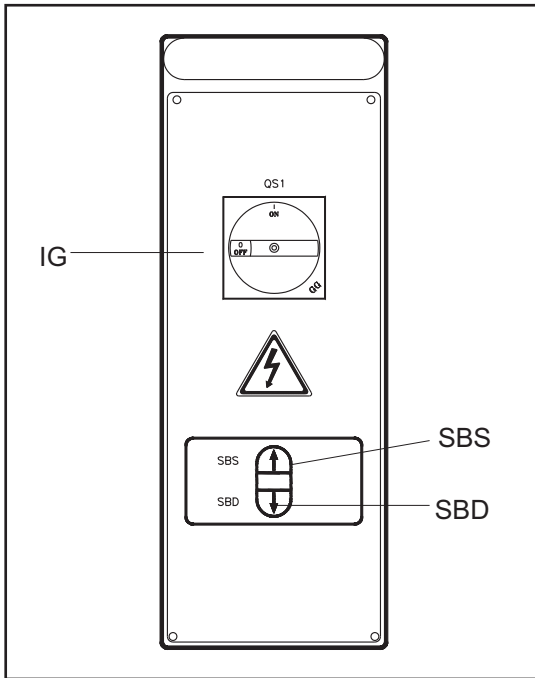

Fig.56 - Abb.56
4) Chiudere il coperchio del quadro elettrico, ruotare l'interruttore generale (IG, Fig.56) in posizione 1, premere il pulsante di salita (rif.P1, Fig.56) e, in caso di discesa dei carrelli, invertire tra loro 2 fasi dell'alimentazione.
4) Close the electric panel, set the master switch (ref "IG" in fig. 56) to position 1, then press the LIFT button (ref.P1 in Fig.56); if the carriages descend, invert 2 of the power lines.
4) Refermer la porte du coffret électrique, tourner le contacteur général (IG, fig. 56) sur la position I, presser le poussoir de montée (P1, fig. 56) et, si les chariots descendent, inverser deux des phases de l'alimentation électrique.
4) Den Deckel der Schalttafel schließen, den Hauptschalter (IG, Abb. 56) auf 1 stellen, den Aufstiegsdruckknopf (Vgl. P1, Abb. 56) betätigen und -falls die Schlitten absteigen sollten- die beiden Speisephasen umkehren.
4) Cerrar la tapa del panel eléctrico, girar el interruptor general (IG, Fig. 56) en posición 1, pulsar el botón de subida (ref. P1, Fig. 56) y, en caso de bajada de los carros, cambiar las dos fases de la alimentación.